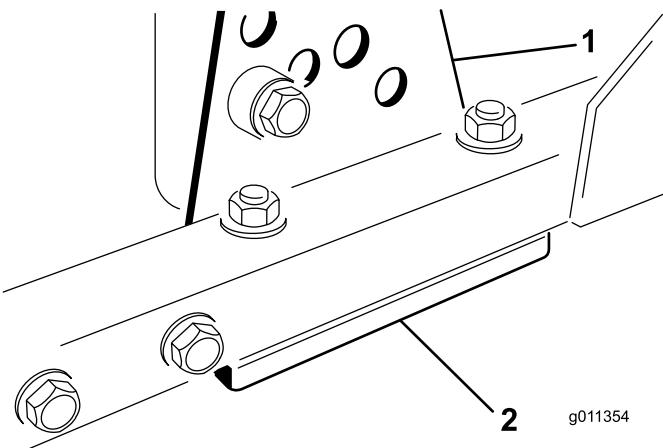

Figura 61
- Retire el soporte de altura de corte (delantero, izquierdo o derecho) del bastidor de la carccha (Figura 61).
- Coloque suplementos de 1.5 mm (0.060 pulgada) y/o 0.7 mm (0.030 pulgada) entre el bastidor de la carccha y el soporte hasta lograr el ajuste de altura deseado (Figura 61).